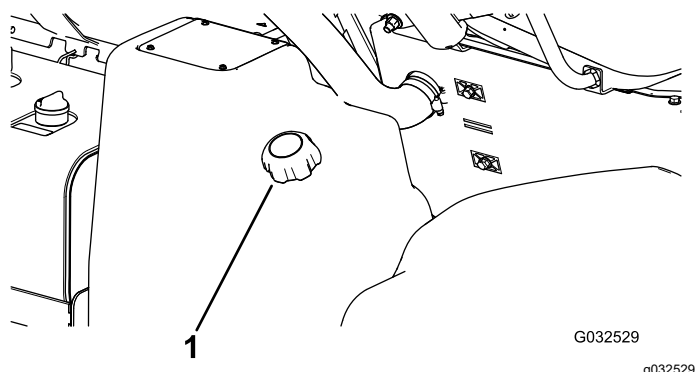

Рисунок 19
2. Очистите поверхность вокруг крышки топливного бака (Рисунок 19).